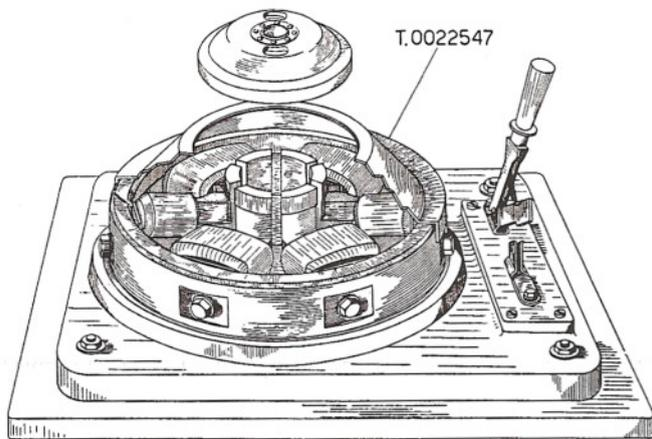

Fig. 8/D - Magnetizzatore
2. - Montare il rotore sul magnetizzatore dis. T.0022547 (ved. fig. 8/D) in modo che la traccia sulla camma, per la chiave, sia rivolta verso il polo **Sud** (individuabile con una qualunque bussola posta all'interno del rotore) e che le espansioni polari dell'apparecchio combinino con le superfici di quelle del volano.